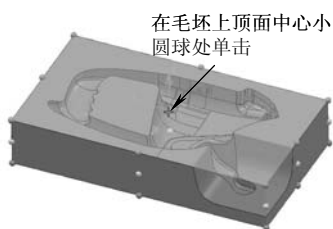

图 7-4 创建对刀坐标系
2) 创建对刀坐标系: 在 PowerMILL 资源管理器中, 右击“用户坐标系”树枝, 在弹出的快捷菜单条中选择“产生并定向用户坐标系”→“使用毛坯定位用户坐标系”, 在绘图区图 7-4 所示毛坯上顶面中心点位置小圆球上单击, 创建出“用户坐标系 1”。